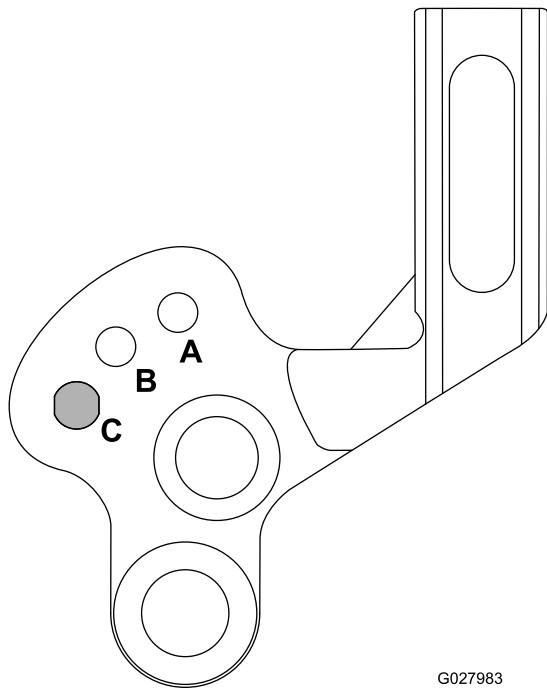

Рисунок 20
- B. Поверните рычаги вверх или вниз в положение А или В (Рисунок 20).
При скашивании без использования щетки или при транспортировке машины поднимите уборочный барабан в транспортное положение, как показано на Рисунок 20.